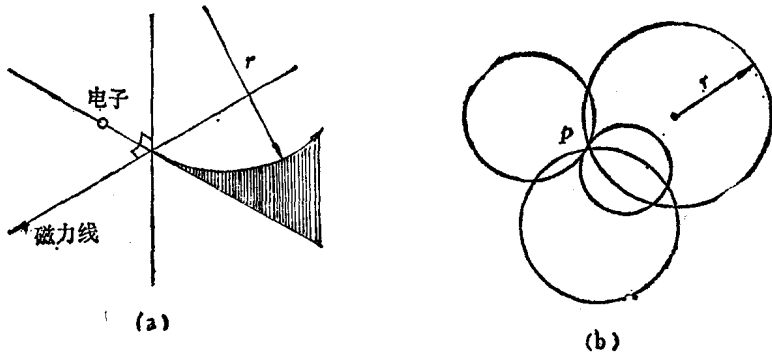

图 1-7 电子在磁场中运动 (圆形轨迹)
① 平行磁场方向入射 ($\vec{v} // \vec{B}$) 由于不受磁场力作用 ($\vec{f}_e = 0$)，电子将按入射方向保持匀速直线运动，即不产生折射。
② 垂直磁场方向入射 ($\vec{v} \perp \vec{B}$) 由于受磁场力作用最大 ($f = evB$)，电子将在由 \vec{v} 和 \vec{B} 决定的平面内做圆周运动 (图 1-7)。